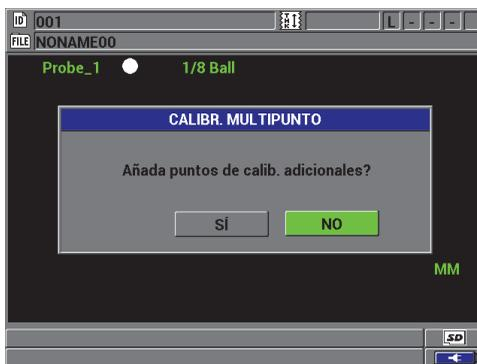

Figura 4-10 Introducción de puntos de calibración adicionales
7. Puntos de calibración «multipuntos»: el equipo preguntará si se desea agregar puntos de calibración adicionales (ver la Figura 4-10 en la página 97). Si selecciona **NO** la calibración se completará de manera estándar (básica). Por otro lado, si selecciona **SÍ** el sistema permitirá añadir hasta ocho puntos de calibración adicionales.